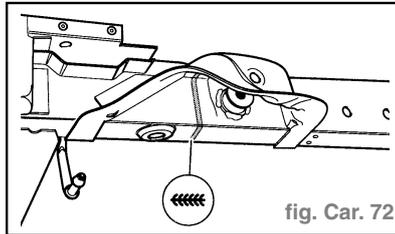

fig. Car. 72
- Souder le longeron en bord à bord, en cordon continu sous gaz de protection (fig. Car. 72).